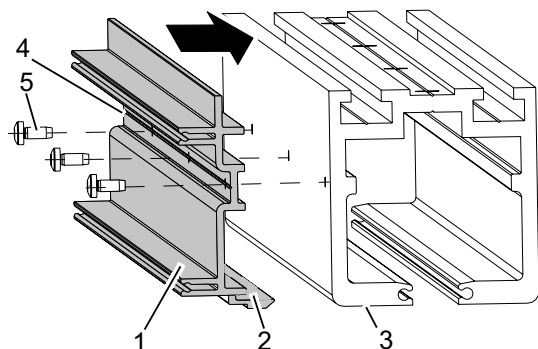

Abb. 39: Laufschieneblende montieren
1. Kunststoffelement (Abb. 39/1) an die Laufschiene anlegen, so dass die Fläche (Abb. 39/2) an der Unterkante (Abb. 39/3) der Laufschiene aufliegt.
2. Bohrer in Kunststoffrinne (Abb. 39/4) ansetzen und Bohrungen mit  $\varnothing 3,6$  mm durch die Laufschiene im Abstand von 300 mm anbringen.
4. Kunststoffelement mit beiliegenden M4 gewindefurchenden Schrauben (Abb. 39/5) befestigen. Mit TX20 anziehen.